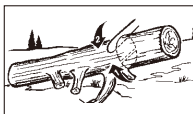

Fig. 13B
2. Stamme støttet i 1. ende: Sag først fra bunnen 1/3 diameter av stammen for å unngå flising. Sag deretter ovenfra for å møte første skår og unngå flising (Fig. 13B).